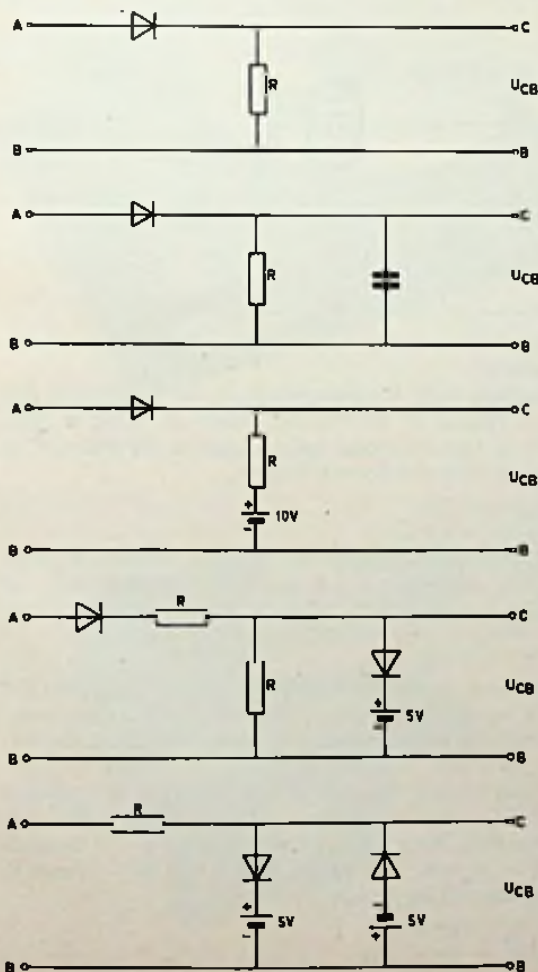

Fig. 7
- 2 Op de ingangsklemmen A-B van de in fig. 7 weergegeven schakelingen staat een sinusvormige wisselspanning met een frequentie van 50 Hz en een effectieve waarde van 10 V. Van de gebruikte dioden kan worden aangenomen dat de weerstand in de doorlaatrichting nul en in de sperrichting oneindig groot is. Schets voor elk van de schakelingen het verloop van de spanning U_{CB} aan de uitgangsklemmen C-B, als functie van de tijd.